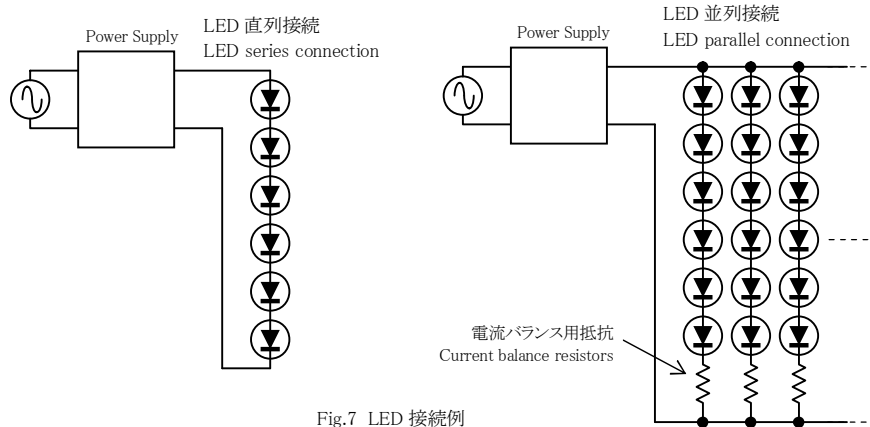

Fig.7 LED 接続例
- ・本製品は定電流電源のため LED を接続する際は Fig.7 のとおり直列接続にて使用してください。また、LED を並列で使用する際は LED チップの特性ばらつきにより順電流にアンバランスが生じるため LED の等価抵抗を考慮し、必要があれば抵抗を挿入する等で電流のバランスを図ってください。
Connect LEDs in series to the output as following Fig.7 because the product is constant current output. Parallel connection of LEDs may cause unbalance of forward currents due to uneven characteristics of LED chips. Check the equivalent resistance of LED, and may need series resistors to balance the currents.